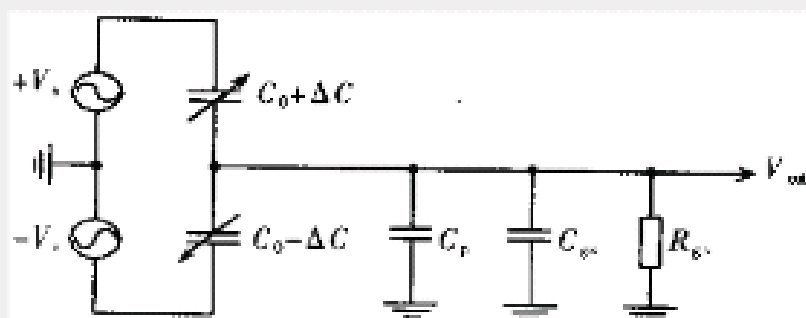

图3 单位增益放大器等效电路
10. 图 3 是单位增益放大器的等效电路。图 3 中, C_p 为分布电容 C_{gs} 为前置级输入电容, R_{gs} 为输入电阻。当载波频率在放大器的通频带以内时, 前置级输入电阻可忽略不计。由图 3 可